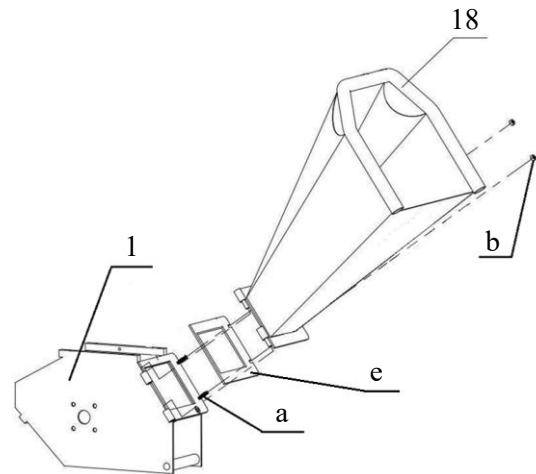

Fig. 4a
- Assurez-vous que le joint (e) est placé entre la trémie d'alimentation (18) et la chambre de broyage (1). Alignez l'axe de charnière avec l'orifice de montage, puis assemblez-les comme indiqué sur les figures 4a et 4b.